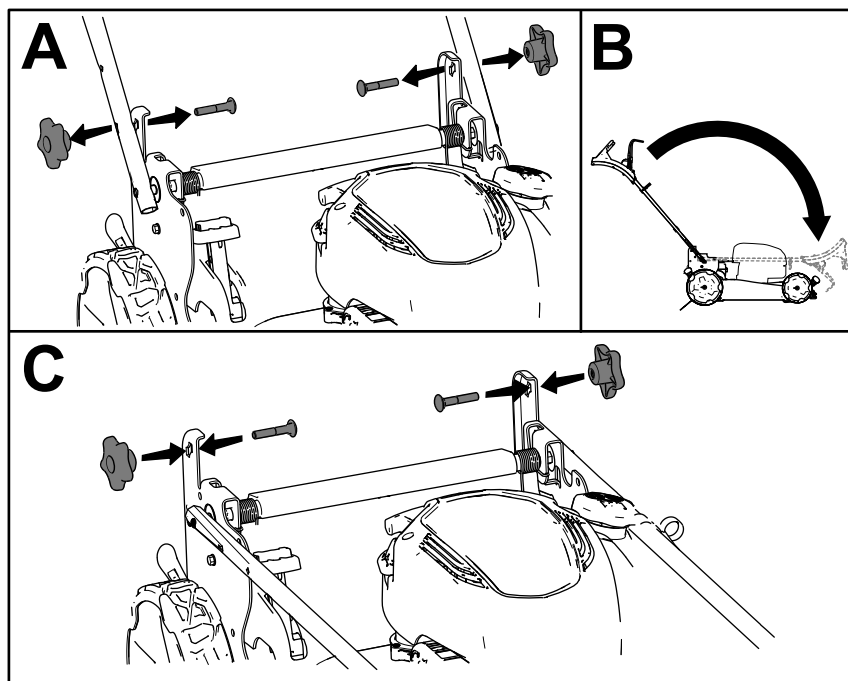

Figura 18
1. Retire y guarde los 2 pomos del manillar y los 2 pernos de cuello cuadrado de los soportes del manillar (Figura 18, A).
2. Doble el manillar girándolo hacia adelante (Figura 18, B).
3. Sin apretarlos, instale los pomos del manillar y los pernos de cuello cuadrado en los soportes del manillar (Figura 18, C).